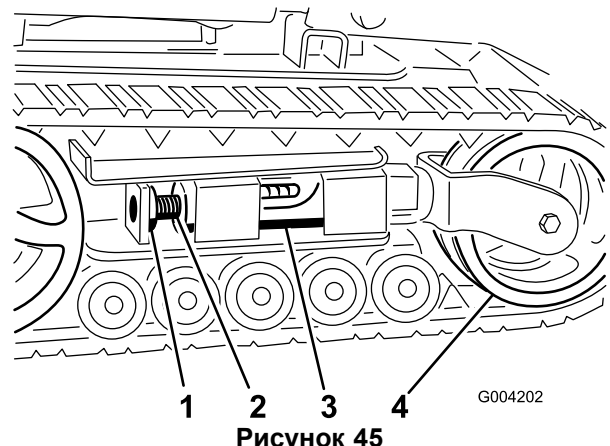
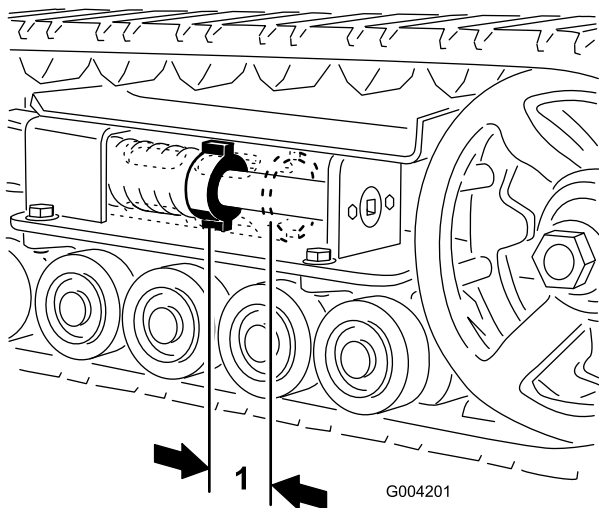
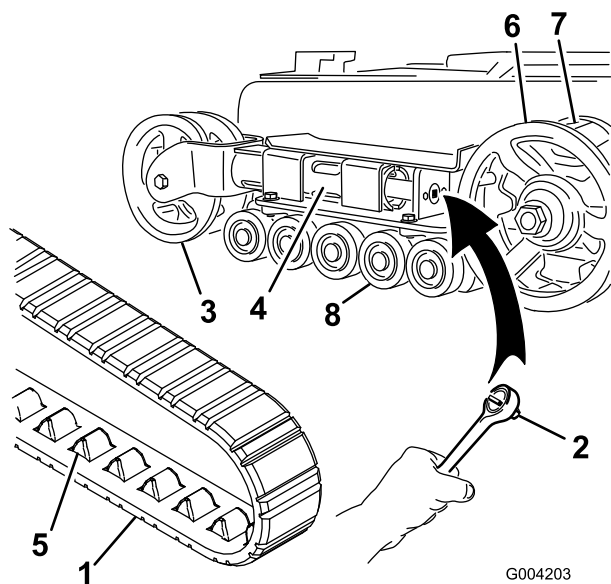
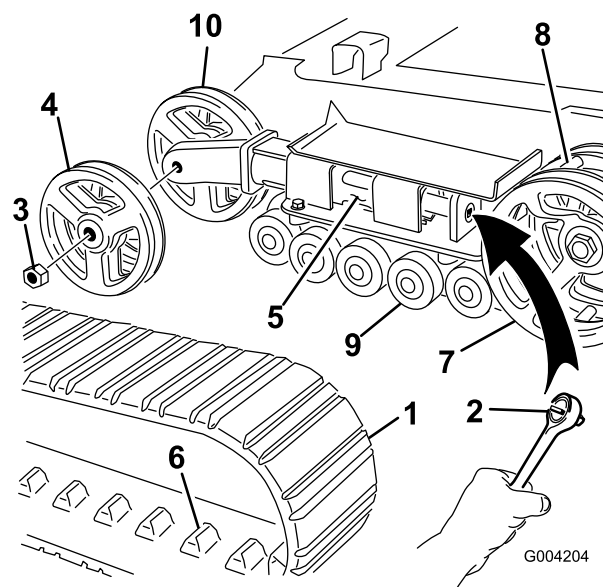

Рисунок 45
Рисунок 44
Рисунок 46
Рисунок 47
Между натяжной гайкой и задней стороной натяжной трубы должен быть зазор 2-3/4 дюйма (7 см) (Рисунок 44). Если это не так, отрегулируйте натяжение гусеницы, используя следующую методику:
- Используя сменную головку размером 1/2 дюйма (Рисунок 46), поворачивайте натяжной винт против часовой стрелки до тех пор, пока расстояние между натяжной гайкой и задней стороной натяжной трубы (Рисунок 44) не станет равным 2-3/4 дюйма (7 см).
- Совместите ближайшую выемку в натяжном винте с отверстием в зажимном болте и закрепите винт при помощи зажимного болта и гайки (Рисунок 45).
- Отвинтите зажимной болт и гайку (Рисунок 45).
- Используя сменную головку размером 1/2 дюйма, ослабьте натяжение привода, вращая натяжной винт по часовой стрелке (Рисунок 45 и Рисунок 46).
5. Надавите на натяжной каток в направлении задней части тягового блока, чтобы придвинуть трубу вилки к каркасу (Рисунок 46). (Если она не касается каркаса, продолжайте вращать натяжной винт до тех пор, пока труба вилки не приблизится вплотную к каркасу.)
7. Когда гусеница будет снята с натяжного катка, снимите ее с ведущего колеса и опорных катков (Рисунок 46).
8. Начиная с ведущего колеса, проложите вокруг него новую гусеницу, убедившись, что выступы на гусенице входят в зазор между проставками на колесе (Рисунок 46).
9. Протолкните гусеницу под опорные катки и одновременно между ними (Рисунок 46).
11. Вращайте натяжной винт против часовой стрелки до тех пор, пока расстояние между натяжной гайкой и задней стороной трубы вилки (Рисунок 44) не станет равным 2-3/4 дюйма (7 см).
3. Отвинтите зажимной болт и гайку (Рисунок 45).
4. Используя сменную головку размером 1/2 дюйма, ослабьте натяжение привода, вращая натяжной винт по часовой стрелке (Рисунок 45 и Рисунок 47).
5. Надавите на натяжной каток в направлении задней части тягового блока, чтобы придвинуть трубу вилки к каркасу (Рисунок 47). (Если она не касается каркаса, продолжайте вращать натяжной винт до тех пор, пока труба вилки не приблизится вплотную к каркасу.)
6. Отвинтите гайку, которая крепит внешний натяжной каток, и снимите каток (Рисунок 47).
7. Снимите гусеницу (Рисунок 47).
8. Отвинтите гайку, которая крепит внутренний натяжной каток, и снимите каток (Рисунок 47).
12. Установите внутренний натяжной каток и закрепите его отвинченной ранее гайкой (Рисунок 47).
14. Установите новую гусеницу, убедившись, что выступы на гусенице входят в зазор между проставками в средней части ведущего колеса (Рисунок 47).
15. Установите внешний натяжной каток и закрепите его отвинченной ранее гайкой (Рисунок 47).
17. Вращайте натяжной винт против часовой стрелки до тех пор, пока расстояние между натяжной гайкой и задней стороной натяжной трубы (Рисунок 44) не станет равным 2-3/4 дюйма (7 см).